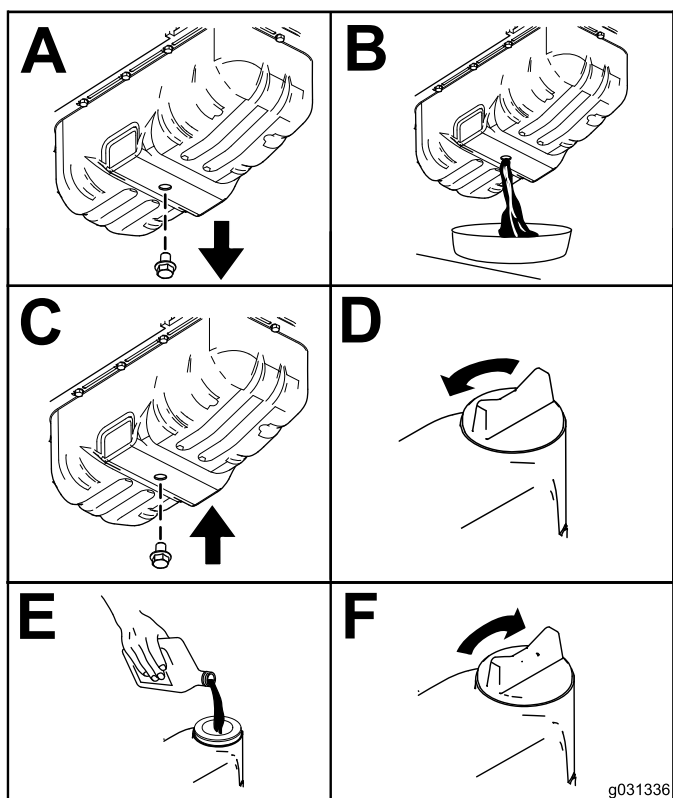

Figura 91
3. Mude o óleo do motor conforme indicado na Figura 91.